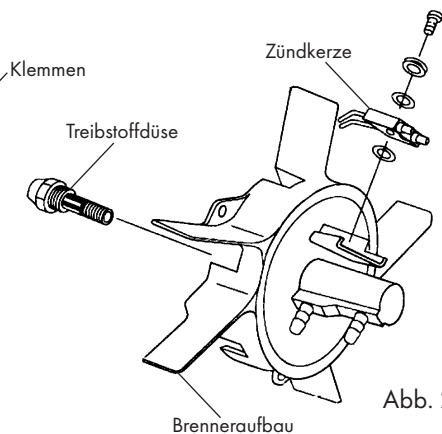

Abb. 29
- Prüfen Sie den Abstand zwischen die Electrode und Stellen Sie den Abstand bei Bedarf auf 3,5 mm ein, siehe Abb. 29 & 30